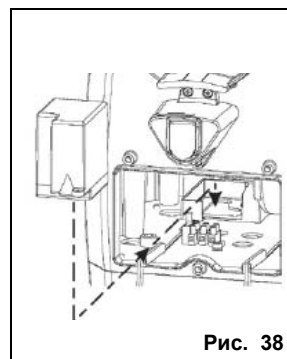

Рис. 38
2. Поставить аккумуляторный блок слева от трансформатора, см. Рис. 38.